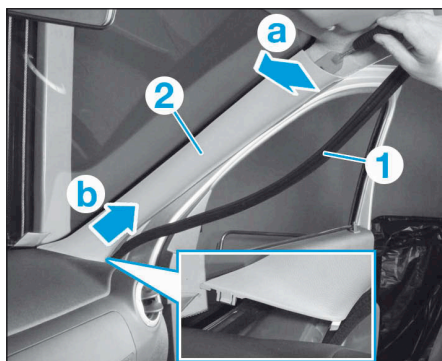

FIG.12
- De chaque côté (Fig.12) :
- Dégager le joint d'entourage de porte (1) du montant de pare-brise.
- Dégrafer doucement la partie supérieure de la garniture de montant de pare-brise (2) en la tirant vers l'intérieur de l'habitacle (a).
- Extraire la garniture de montant de pare-brise (2) en la tirant vers le haut (b).